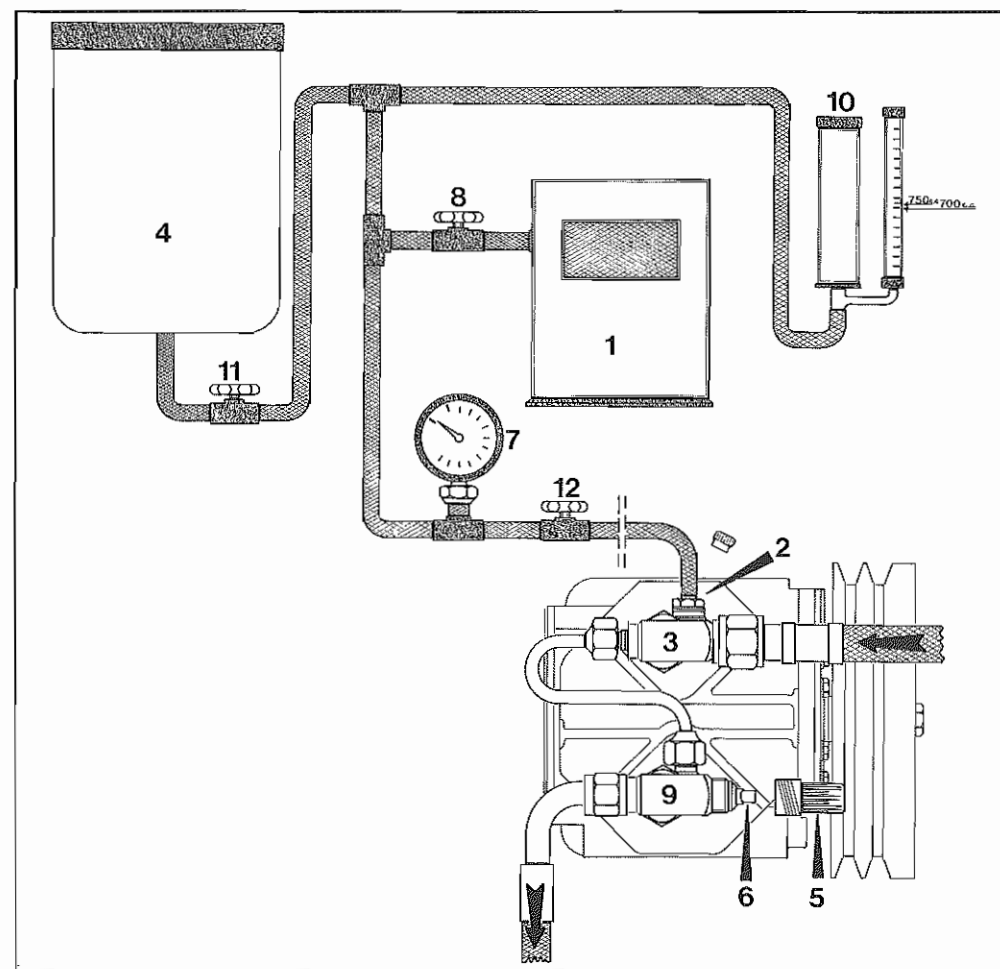

Fig. 8
- Collegare la pompa del vuoto 1 (**Fig. 8**) tramite il raccordo speciale di carica 2, alla valvola di aspirazione 3. Togliere il cappuccio alla valvola 1 A.
- Connect vacuum pump 1 (**Fig. 8**) by means of the special charge union 2, to inlet valve 3. Remove cap of valve 1 A.
- **Non funziona** (inviandovi corrente **esterna** non si percepisce l'inserimento o comunque non passa freon attraverso la spia di controllo sul filtro): chiudere il rubinetto 6 (**Fig. 8**) (avvitarlo a fondo) e sostituire la valvola. Riaprire il rubinetto di 2 giri.
- **It does not operate** (by delivering **external** current the engagement is not heard or freon is not seen passing through the sight glass on the filter); close tap 6 (**Fig. 8**) (screw it in completely) and replace the valve. Unscrew the tap two turns.